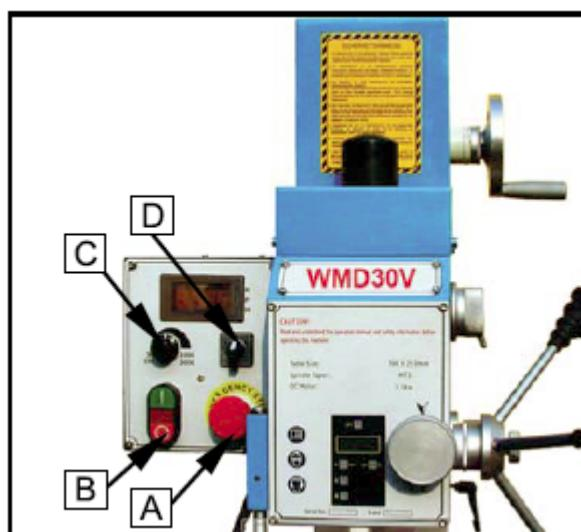

Рисунок 10.
8.2.1. Аварийный останов (Рисунок 10, А).
Предназначен для аварийной остановки, защиты станка и его электрической части. Зеленая кнопка (Рисунок 10, В) с отметкой «I» служит для пуска двигателя, красная с «О» - для выключения.
Поворотом регулятора (Рисунок 10, С) по часовой стрелке происходит увеличение скорости вращения шпинделя, при повороте против часовой стрелки – уменьшение скорости вращения шпинделя. При остановке станка она должна быть в нулевом положении. Запускать станок также разрешается только при ручке контроля скорости в нулевом положении.
Изменение положения этого выключателя приводит к изменению направления вращения двигателя. F – прямое, R – обратное (Рисунок 10, D).